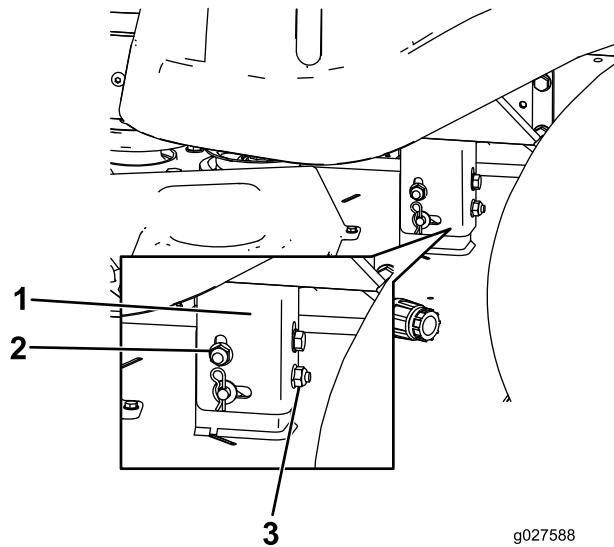

Figure 53
- Élevez ou abaissez le côté gauche du tablier de coupe en tournant l'écrou de blocage arrière. (Figure 53).